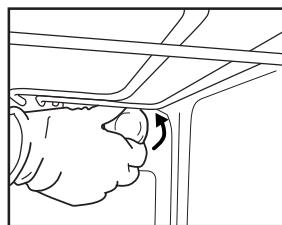
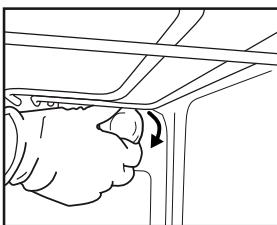

Fig. 6
Fig. 7
2. Skru lampeglaset af (Fig. 6), skift pæren ud (se bemærkningen angående type), og skru lampeglaset på igen. (Fig. 7).